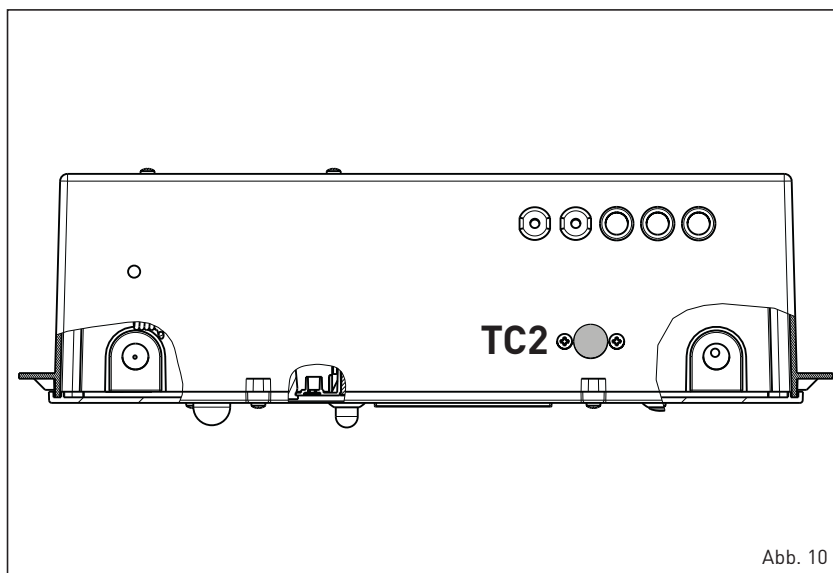

Abb. 10
3.2.6 Thermostaat tweede fase modulatie (Abb. 10)